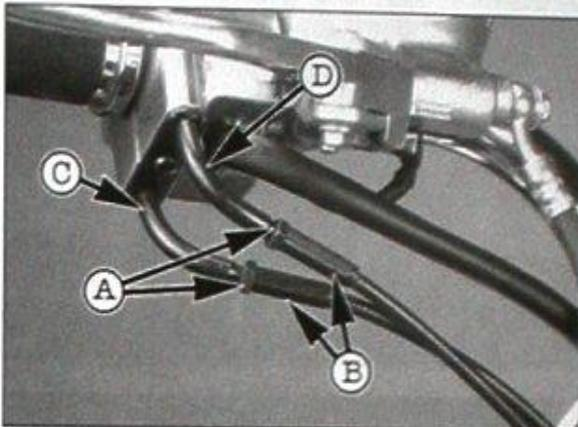
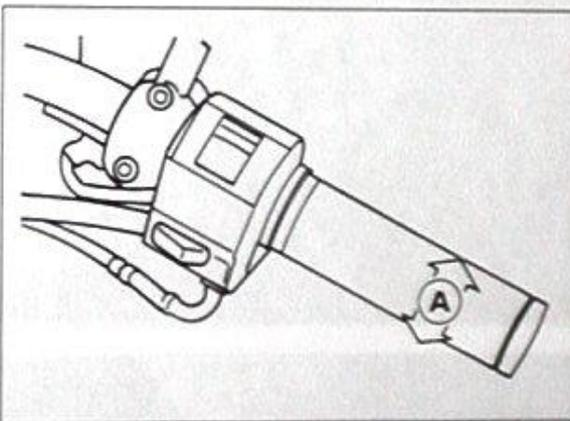

Bild 37
Bild 38
- Seilzugspiel am oberen Einsteller (Bild 37) nach Lösen der Gegenmutter so einstellen, dass sich am Drehgriffumfang ein Leerweg von 2 - 3 mm ergibt (Bild 38).